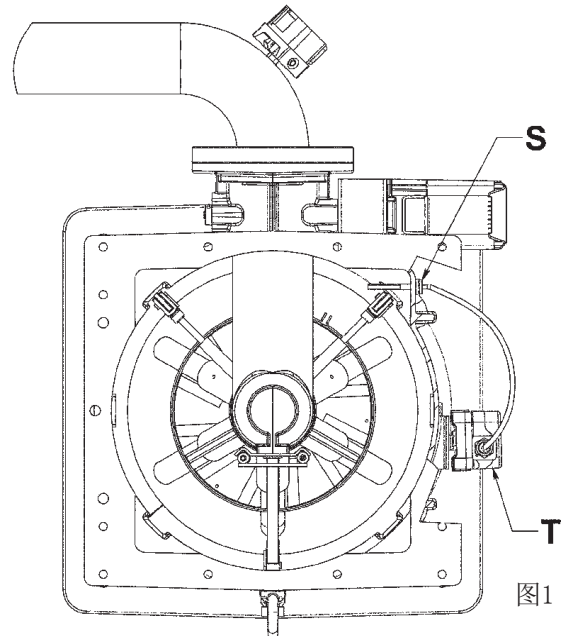
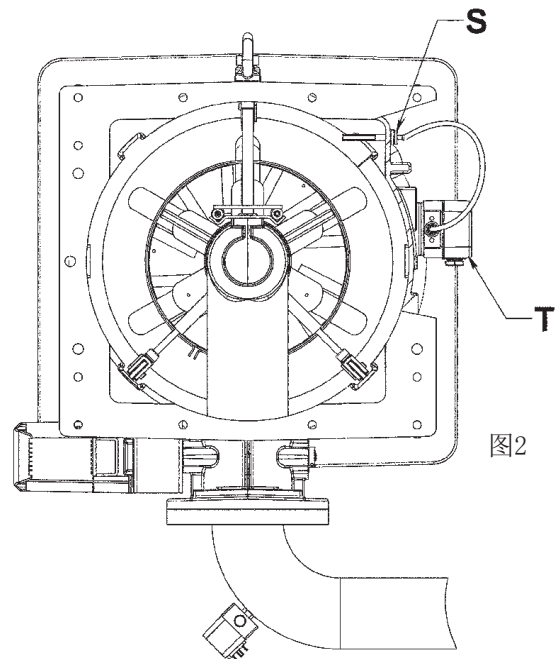

图1
图2
- 在将机组顶端安装到锅炉上之后，在气囊上安装两根铰链 (E)，使用N. 4 (F) 螺栓和相应的垫片，不要拧紧所有螺栓（铰链已预安装在右侧，也可以安装到相对的一侧上）。
- 在相应的两根铰链间（图 2）确定鼓风机机身位置 (G)。为了移动鼓风机机身，请将特种链条或绳索连同吊环螺栓 (H) 一起使用。
- 插入销I，然后用螺母 (L) 和相应垫片锁定，注意两根铰链的槽口表面是否与相对应的螺母表面完全贴合。避免过度拧紧螺母 (L)，这可能导致铰链难以转动。
- 从铰链相反的一侧拧紧鼓风机法兰上的定心销 (M) (图2)。
- 始终保持铰链与吊环螺栓相连，旋转鼓风机机身并确定接触气囊的那个鼓风机法兰的位置，确认销 (M) 是否插入相应的孔中。
燃烧器为位于气囊右侧高处的压力开关(T)提供单独的压力出口(S)，斜坡气体从高处(图1)排出。
在斜坡气体出口方向下跌的情况下，气囊被旋转了180°，如图1中的位置，建议拆除压力出口(S)、压力开关(T)和重新安装在气囊相反一侧对应位置上的出口，这样出口可以再次位于右上方(图2)。